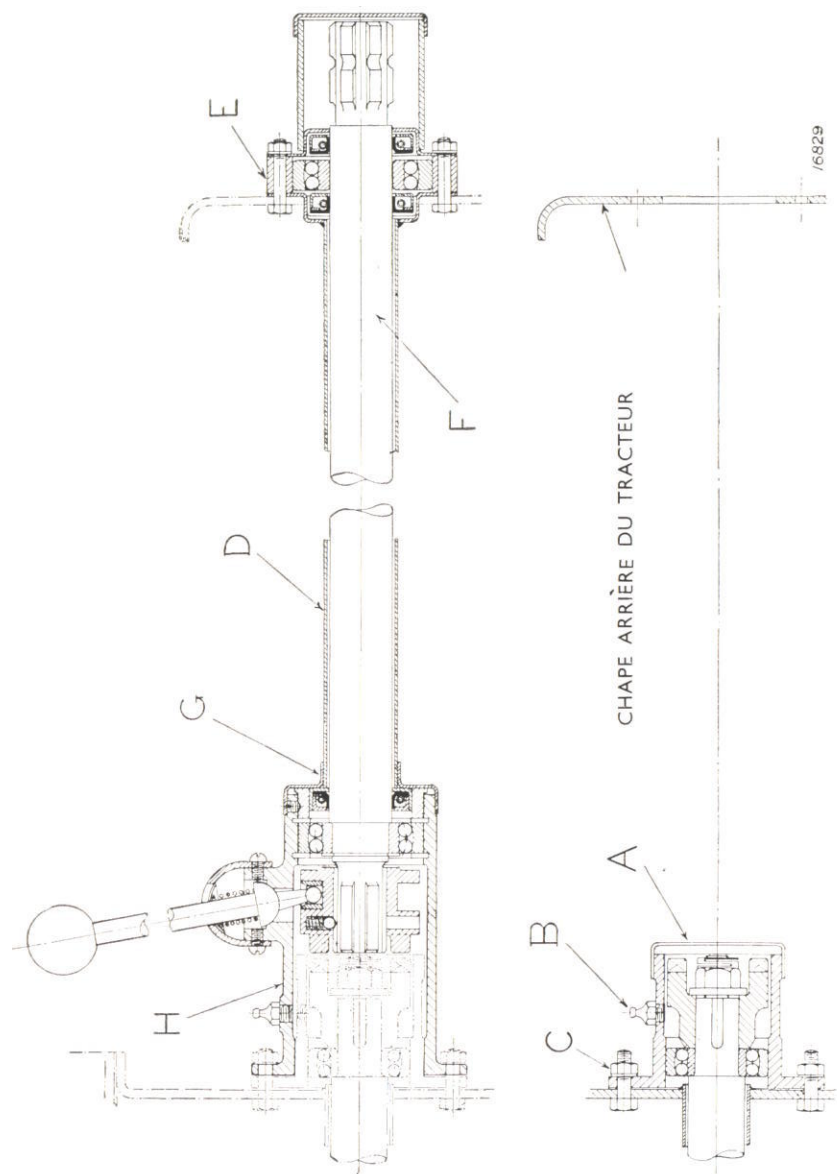

Fig. 14.
Pour faire le montage sur un tracteur qui n'a pas d'arbre de rallonge de prise de force il faut d'abord enlever la chape protectrice "A" (Fig. 14), le graisseur "B" et les écrous "C" de l'enveloppe arrière de la boîte des vitesses. (Nota—Ne pas enlever l'enveloppe). Ensuite suivre les instructions 2 à 14 qui précèdent.
- (1) Oter la chape protectrice "A", le graisseur "B" et les écrous "C" de l'enveloppe arrière de la boîte de vitesses (voir la Fig. 14).
Montage sur tracteur pourvu du relevage manuel et de l'arbre rallonge de prise de force. (Figs. 14 et 15).
- (1) Défaire les boulons "E" (Fig. 14) de l'enveloppe et de la chape arrière et enlever l'arbre de prise de force, tirer le roulement et le tube protecteur "D" pour les enlever. Défaire les écrous "C" retirer l'enveloppe de l'arbre rallonge de la chape arrière de la boîte à engrenages principale et sortir du châssis.
- (2) Détacher la chaîne de relevage de la barre de traction flottante.
- (3) Défaire les chevilles-pivots de la barre de traction flottante qui la retiennent au châssis et retirer la barre du châssis.
- (4) Enlever les boulons qui maintiennent la chape arrière à l'arrière du châssis et la retirer y compris le levier de relevage etc. qui y sont fixés.